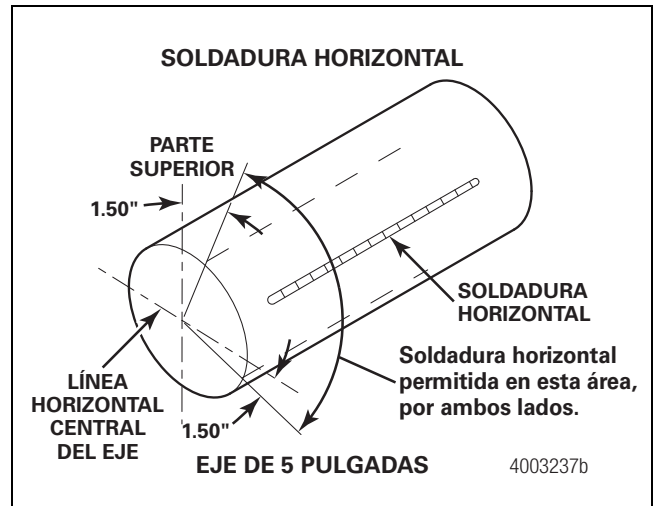

Figura 7.7
- En ejes de 5 pulgadas (127 mm) de diámetro no se permite soldar horizontalmente a más de una distancia de 1.50 pulgadas (38.1 mm) por debajo de la línea horizontal central del eje. Figura 7.7.